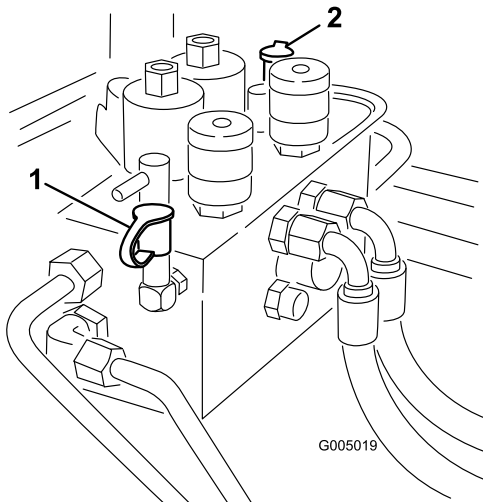

Figura 80
2. El punto de prueba B (Figura 80) se utiliza para localizar problemas en el circuito hidráulico de las unidades de corte delanteras.
3. El punto de prueba C (Figura 80) se utiliza para localizar problemas en el circuito hidráulico de las unidades de corte traseras.